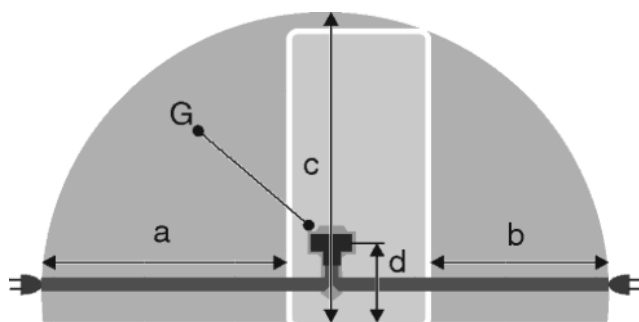

Fig. 50
- Розетка находится вне зоны задней стенки в данной зоне. Fig. 50 (a, b, c)
- ▶ Штекер устройства Fig. 50 (G) подсоединить с задней стороны устройства. Следить за правильной фиксацией.